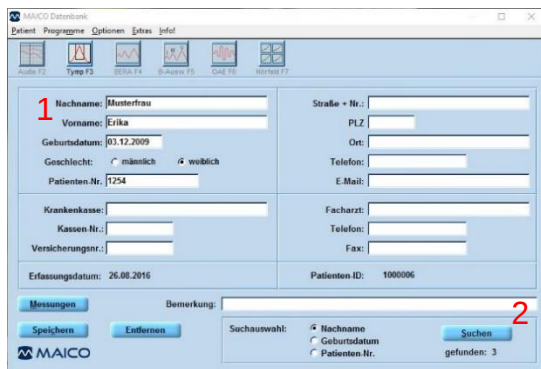

Abbildung 30
Nutzen Sie die **Suchen**-Schaltfläche, um einen gespeicherten Patienten auszuwählen. Daraufhin wird eine Liste mit Patienten angezeigt, die sich bereits in der Datenbank befinden. Grenzen Sie die Suche ein, indem Sie Informationen in eines der persönlichen Datenfelder (1) eingeben und anschließend eine Suchkategorie auswählen (2): **Nachname**, **Geburtstag**, oder **Patienten-Nr.** (Abbildung 30).